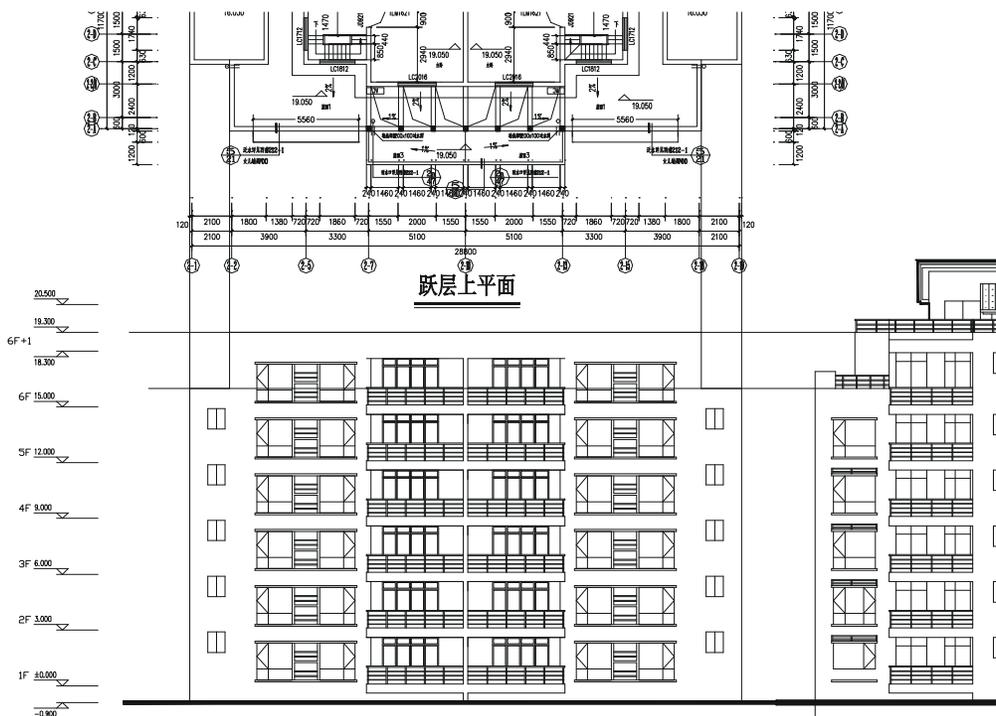
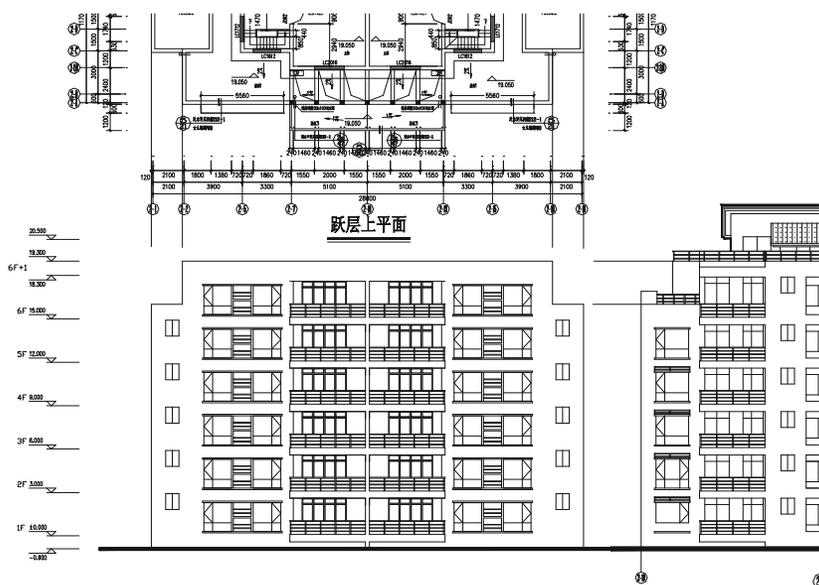
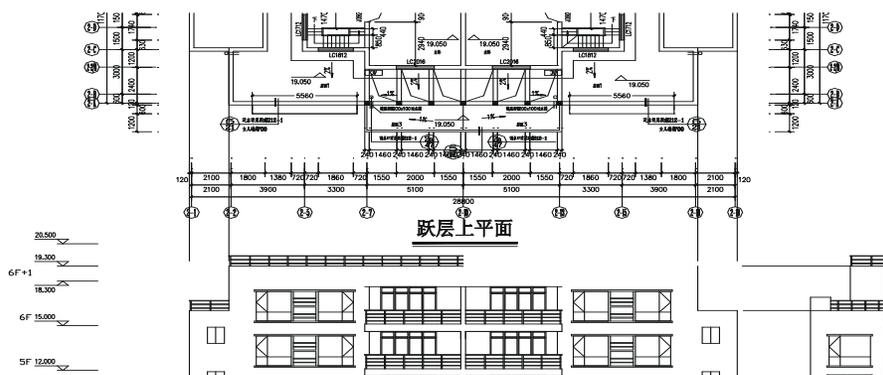

图 12-1-32
图 12-1-33
图 12-1-34
**STEP 24** 使用复制命令 COPY 复制一份(2-10)——(2-1)立面图, 将-0.900 的水平线对齐, 并复制一份跃层上平面图, 以两边的边线对准如图 12-1-31 所示的立面图, 再使用绘制直线命令 LINE 引出辅助线, 如图 12-1-32 所示。
**STEP 25** 使用修剪命令 TRIM 对如图 12-1-32 所示中绘制的直线进行修剪, 如图 12-1-33 所示。
**STEP 26** 使用复制命令 COPY 将如图 12-1-33 所示中右边①—②立面图上的栏杆复制一部分放在左边正在绘制的立面上，并对其进行简单整理，如图 12-1-34 所示。